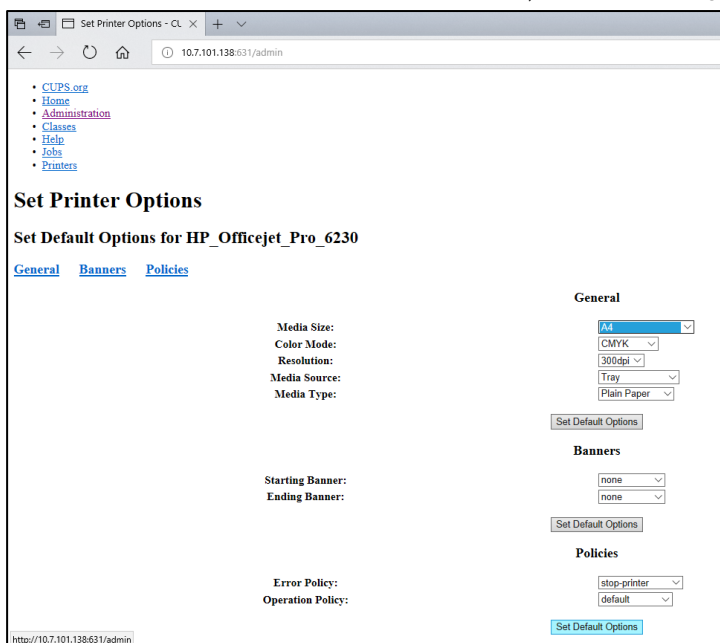

Figura 78. Selectarea dimensiunii corecte a suportului.
7. Selectați **Media Size** (Dimensiune suport) corectă (cum ar fi „A4”), deoarece unele imprimante nu funcționează dacă formatul hârtiei este greșit. După aceea, salvați selecția prin apăsare pe **Set Default Options** (Setare opțiuni implicite) (Figura 78).